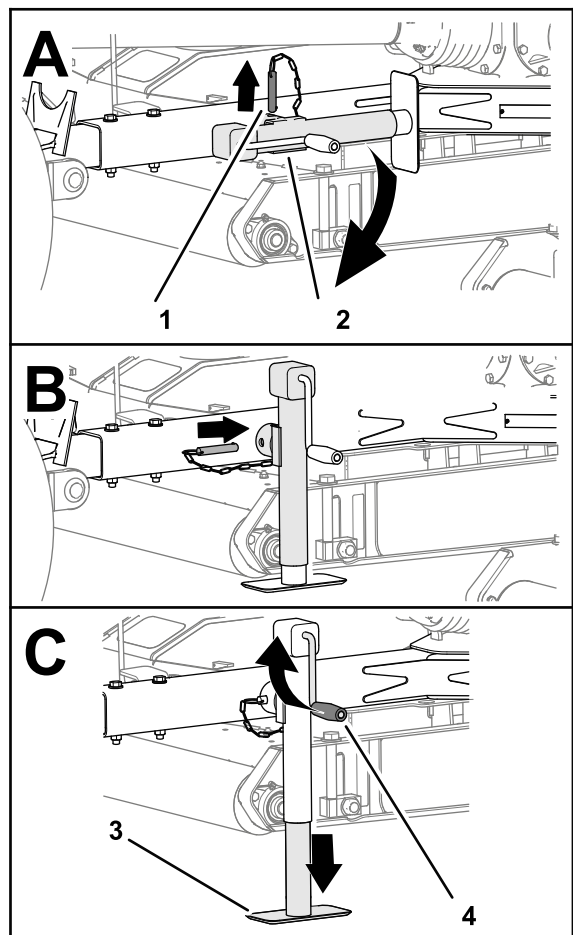

Bild 23
3. Entfernen Sie den Stift und schwenken Sie den Deichselheber nach unten (Bild 23).
4. Fluchten Sie das Loch in der Deichsel mit dem Loch im Deichselheber aus (Bild 23).
5. Stecken Sie den Stift durch das Loch in der Deichsel und den Deichselheber (Bild 23).
2. Drehen Sie die Deichselheberkurbel, um das Ständer vollständig anzuheben; siehe Bild 23 in Verwendung des Deichselhebers (Seite 17).